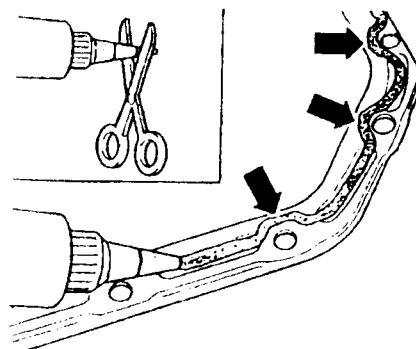

图 1-26
①硅酮密封胶瓶嘴的前部有标志（密封胶型号为 DI76 404 A2），从该处剪断（约 $\phi 3\text{mm}$ 的嘴）（图 1-26）。